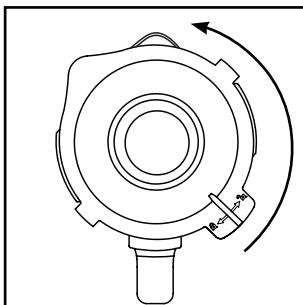

Abb.1
- 2) Entfernen Sie den Deckel **2**, indem Sie ihn so weit gegen den Uhrzeigersinn Richtung Position  drehen (siehe Abb. 1), bis Sie ihn nach oben abziehen können.